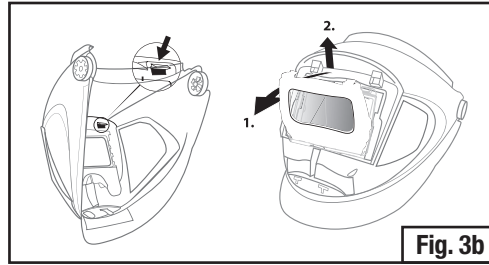

Fig. 3b
- Remova o Filtro de Escurecimento Automático pressionando as abas azuis do interior da máscara para liberar o mecanismo de trava e em seguida, empurre a aba através da abertura (Fig. 3b).